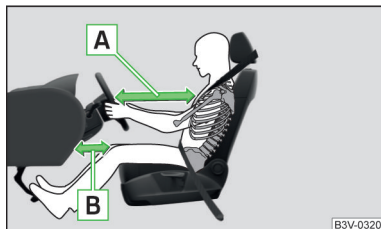

Fig. 9
- Es importante que el conductor y el acompañante mantengan una distancia mínima de 25 cm con respecto al volante o al tablero de instrumentos » fig. 9 A. Si no respeta esta distancia, el sistema de airbag no podrá protegerle. ¡Peligro de muerte! Además, los asientos delanteros y los reposacabezas siempre deben estar correctamente ajustados a la estatura del ocupante.
- Ajustar el asiento del conductor longitudinalmente de forma que la distancia de las piernas hasta el cuadro de interruptores en la zona del airbag para las rodillas sea al menos de 10 cm » fig. 9 - B. En caso de que no sea posible cumplir esta condición debido al tamaño del cuerpo, se debe acudir a un taller especializado.